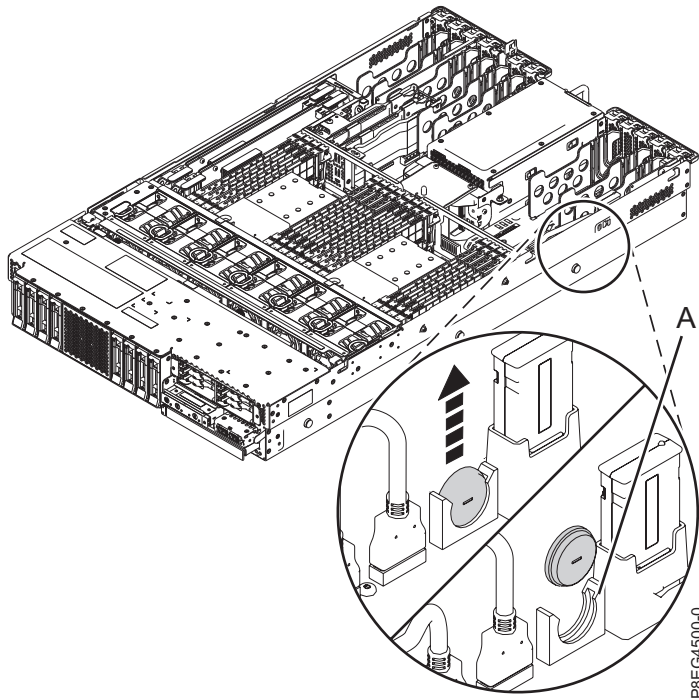

Figura 1. Extracción de la batería de hora del día
2. Extraiga la batería de hora del día de su ranura correspondiente (A) en la placa posterior del sistema, como se muestra en la Figura 1 en la página 5. Anote la orientación de la polaridad de la batería para insertarla con la misma orientación más adelante.